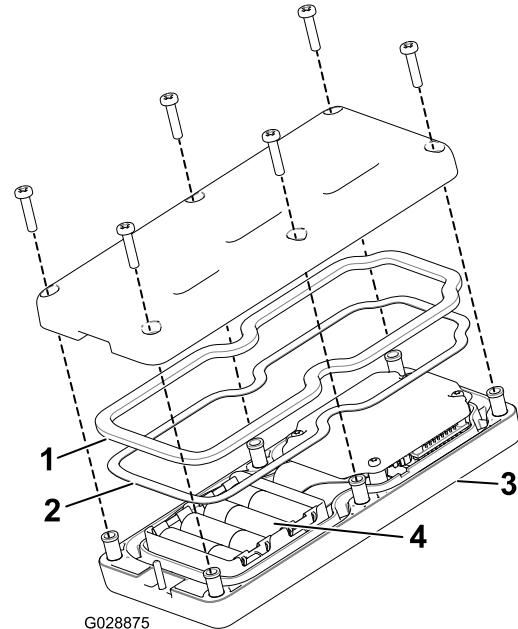

图18
- 将电池放入电池端子仓位注意遵循正确的电池极性。(如果放置不正确遥控器不会发生损坏但遥控器无法操作。电池端子仓位分别带有正负极标志 图18。)
- 确保钢垫片和橡胶密封件正确放置于遥控器的槽内然后将后盖放回原位 图18。
- 用 6 个螺丝固定后盖 图18 上紧螺丝扭矩至 1.5 1.7N·m。